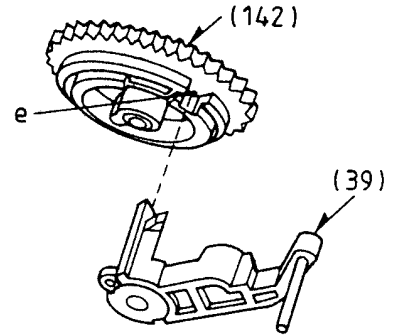
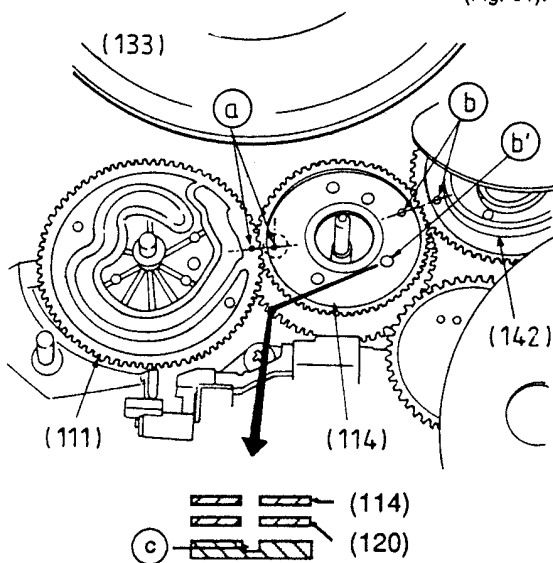

Fig. 50
Fig. 51
9.3 Ladekurvenrad (142), Zwischenrad (114)
- Ladekurvenrad (142) so einbauen, daß der Hilfsladehebel (39) in die Aussparung "e" eingreift (Fig. 50).
- Zwischenrad (114) auf das Ringrad (120) stecken. Die Markierungslöcher (a) des Zwischenrades (114) und des Kurvenrades (111), sowie die Markierungslöcher (b) des Zwischenrades (114) und des Ladekurvenrades (142) müssen gegenüberstehen. Gleichzeitig müssen das Markierungslöcher (b) des Zwischenrades (114), das Markierungslöcher (b) des Ringrades (120) und das Markierungslöcher (c) im Laufwerkchassis übereinanderliegen (Fig. 51).
9.3 Loading Cam Gear (142), Intermediate Gear (114)
- Fit the Loading Cam Gear (142) so that the Sub Loading Lever (39) engages with the cut out "e" (Fig. 50).
- Fit the Intermediate gear (114) onto the Ring Gear (120). The marked holes (a) on the Intermediate Gear (114) and the Cam Gear (111) and the marked holes (b) on the Intermediate Gear (114) and the Loading Cam Gear (142) must be aligned towards each other. Simultaneously the marked hole (b) on the Intermediate Gear (114), the marked hole (b) on the Ring Gear (120) and the marked hole (c) on the mechanical chassis must lie accurately over each other (Fig. 51).
9.3 Ruota di caricamento (142), ruota intermedia (114)
- Montare la ruota (142) in modo che la leva (39) si agganci nella fessura "e" (fig. 50).
- Incastrare la ruota (114) nella ruota ad anello (120). I fori (a) delle ruote (114) e (111) così come quelli (b) delle ruote (114) e (142) devono risultare esattamente allineati. Contemporaneamente il foro (b) della ruota (114), il foro (b) della ruota (120) ed il foro (c) del telaio devono sovrapporsi (fig. 51).